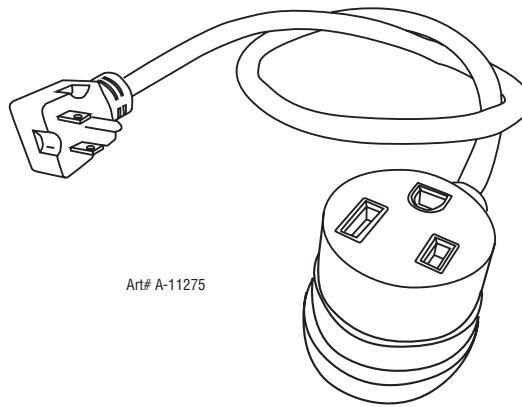

Figure 3-1 : 115 VAC Adapter
Reportez-vous à la figure 3-1 :
- Utilisez le tableau 3-1 comme guide pour sélectionner les fusibles de circuit pour l'interrupteur général. Reportez-vous à la figure 3-1.
Le détendeur (figure 3-1) fixé à la soupape de la bouteille permet d'abaisser les hautes pressions de la bouteille à des basses pressions acceptables pour le soudage, la coupe et d'autres applications.